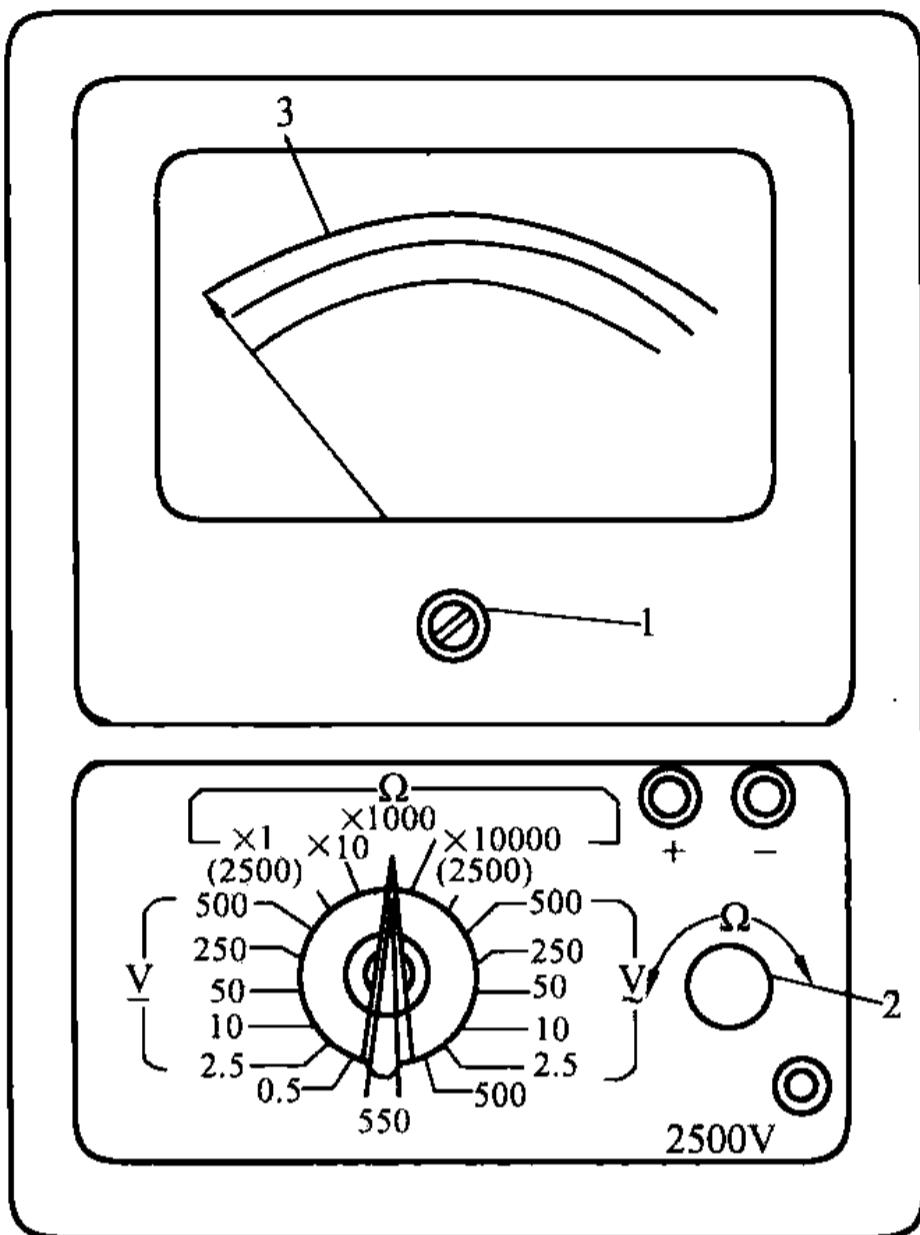

图 1-1 万用表的面板图
(1) 指针式万用表的结构。指针式万用表主要由表头、测量线路和转换开关三部分组成。表头用以指示被测量的数值，测量线路用来把各种被测量转换到适合表头测量的直流微小电流，转换开关实现对不同测量线路的选择，以适应各种测量要求。指针式万用表的外形可以做成便携式或袖珍式，将刻度盘、转换开关、调零旋钮以及接线柱（或插孔）装在面板上，各种形式的万用表外形布置不尽相同，国产 MF25 型万用表外形如图 1-1 所示。
(2) 指针式万用表的正确使用要点如下：